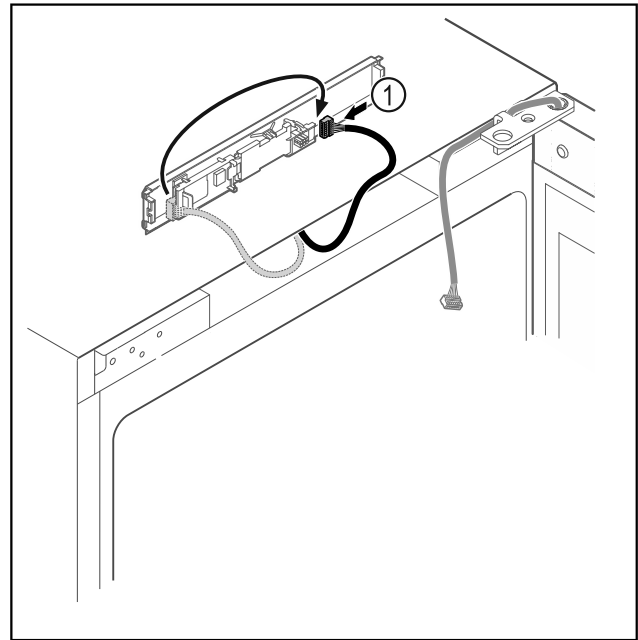

Fig. 13
- Přepojte zástrčku Fig. 13 (1) na desku.